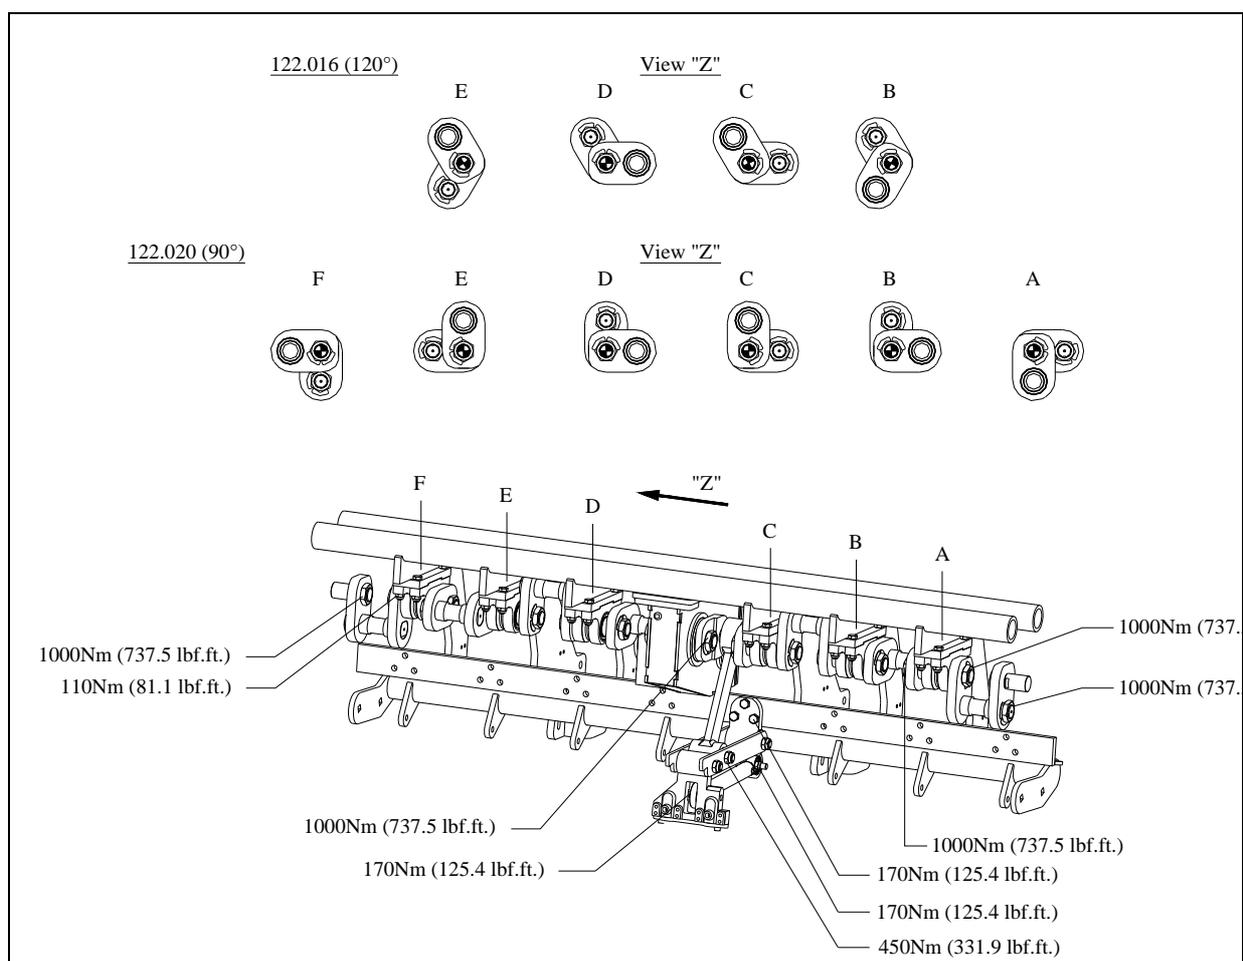

Figure 15
6. Déplacez la bielle (10), y compris l'élément, le support de la dent et l'amortisseur de choc jusqu'à ce que la boîte de vitesse soit complètement détachée y compris l'élément de la manivelle.
7. Retirez les écrous (12) et l'élément de la manivelle (13) de la boîte de vitesse.
9. Retirez le récupérateur d'huile en utilisant un tournevis (14).
12. Nettoyez l'élément de la manivelle (13) et équipez les **cannelures** avec un enduit d'étanchéité en silicone.
15. Montez une nouvelle plaque de sécurité et un écrou (12). Pour l'écrou, utilisez de la Loctite.
16. Resserrez l'écrou (12) avec une clé comme indiqué sur la Figure 15.
La Figure 15 indique les moments de serrage des principaux boulons et écrous. Assurez-vous que les moments de serrage des boulons et écrous qui ne sont pas listés sur la Figure 15 soient les mêmes que les moments de serrage de boulons et écrous comparables. Si des boulons ou des verrous se défont, de la Loctite peut être utilisée pour les resserrer.